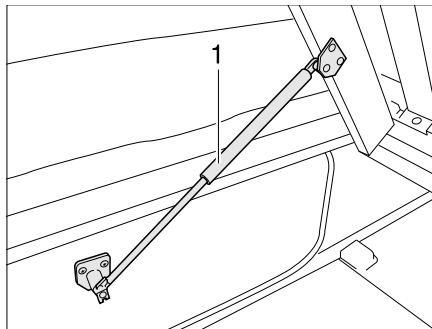

Bild 61 Festes Bett
- Lattenrost anheben. Die Gasdruck-Federn (Bild 61,1) halten den Lattenrost in geöffneter Stellung.